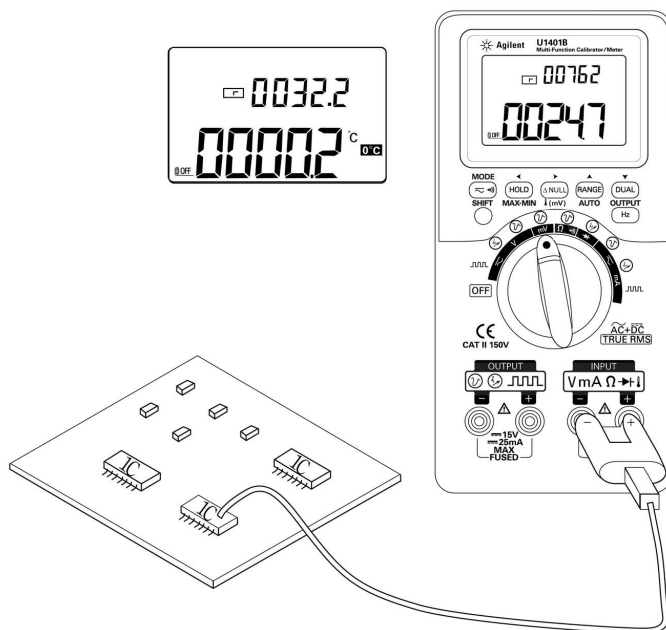

Figure 3-4 Mesure d'une température en surface
- 4 Branchez l'adaptateur (avec la sonde thermique connectée) dans les bornes positive et négative (Figure 3-4 à la page 53).